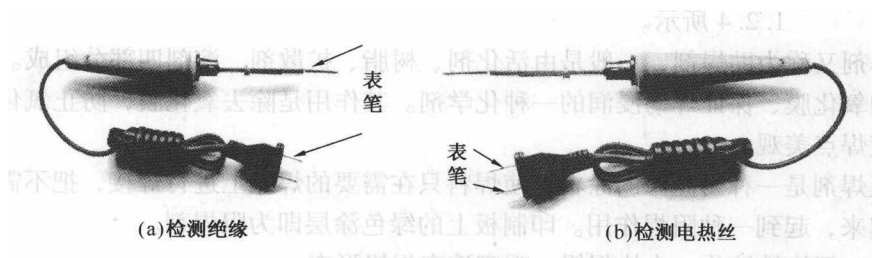

图 1.2.2 万用表检查烙铁
(2)用万用表检查 如图 1.2.2 所示(30W 电热丝的电阻值约为 $1.7\text{k}\Omega$ 左右)。
- ① 将万用表置于“ Ω ”挡，选择 $R \times 2\text{k}\Omega$ 量程，进行“ Ω 校零”。
- ② 如果所测的电阻值为 0Ω ，则内部的烙铁芯短路或者连接杆处的导线相碰。
- ③ 如果所测的电阻值为过量程，则内部的烙铁芯开路或者连接杆处的导线脱落。
- ④ 对于电阻值为 0Ω 或过量程的电烙铁均需要进行维修。
- ⑤ 维修后的电烙铁还需要进行再测试。